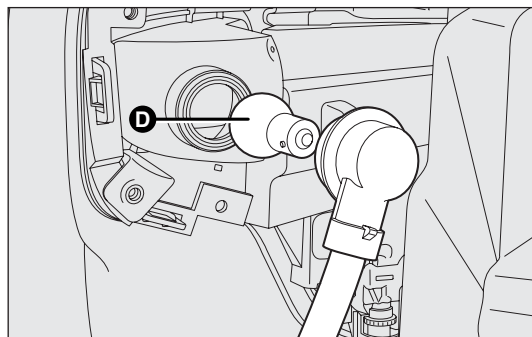

fig. 142
- ❑ estrarre la lampada D-fig. 142 spingendola leggermente e ruotando in senso antiorario (bloccaggio a “baionetta”) quindi sostituirla;